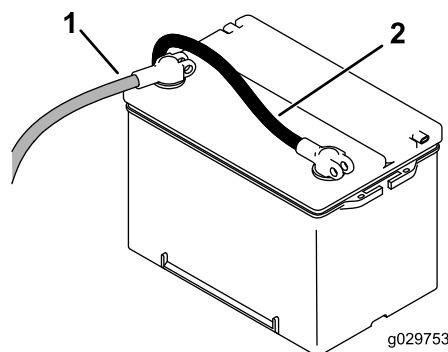

Figure 6
- Débranchez le câble négatif (noir) de la batterie, puis débranchez le câble positif (rouge) (Figure 6). Conservez les fixations des câbles.
2. Reliez le câble positif (rouge) de la batterie à la borne positive (+) et le câble négatif (noir) à la borne négative (-) (Figure 6).